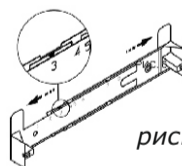

рис. 6
6.3 Крепление кронштейна к стене (рис. 6, 7):
- прежде чем прикрепить кронштейн к стене, необходимо выставить его на нужный размер (равный ширине верхней фальштрубы кухонной вытяжки) (рис. 6). Увеличьте размер кронштейна (если это необходимо), раздвинув его, и зафиксируйте фиксатором напротив соответствующей цифры.